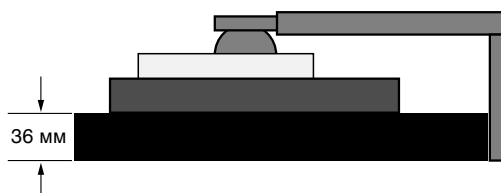

Рисунок S.1
3. Положите монитор экраном вниз на неабразивную поверхность. (Поместите экран на 36-мм платформу так, чтобы подставка была параллельна поверхности платформы) (**Рисунок S.1**).